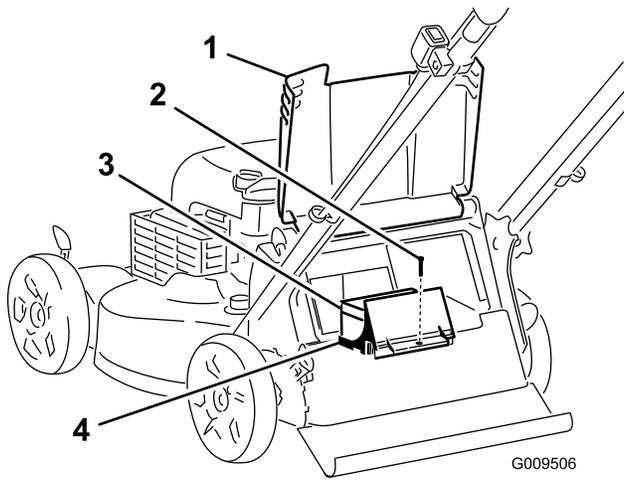

Figura 27
- Eleve el deflector trasero y localice el compartimento de la batería (Figura 27).